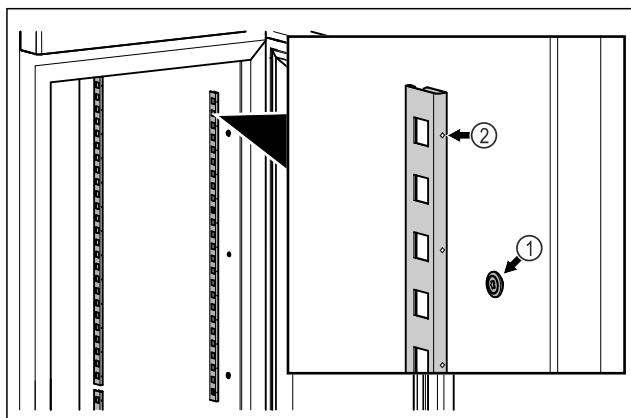

Fig. 79 Примерное изображение
- Навесьте фиксатор на крепление Fig. 79 (1). Отметка Fig. 79 (2) должна располагаться спереди.